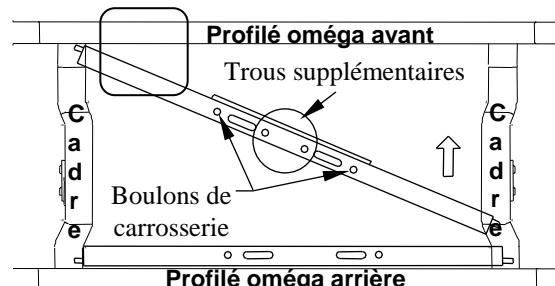

Figure 3
3. Placer les boulons de carrosserie 5/8 GR8 de la trousse de visserie 9460/9470 dans les trous carrés des traverses structurales avant et arrière, depuis le dessus pointant vers le sol. La traverse structurale avant est dotée de deux (2) trous supplémentaires (voir Figure 3).
3. Depuis le dessous du véhicule, installer la traverse structurale d'attelage arrière en plaçant une extrémité au-dessus du cadre du véhicule, puis manœuvrer la section entaillée de l'extrémité opposée pour aussi la faire passer au-dessus du cadre. La traverse structurale avant est dotée de deux (2) trous supplémentaires (voir Figure 3). Placer temporairement la traverse structurale d'attelage contre la traverse de plateforme arrière du véhicule.